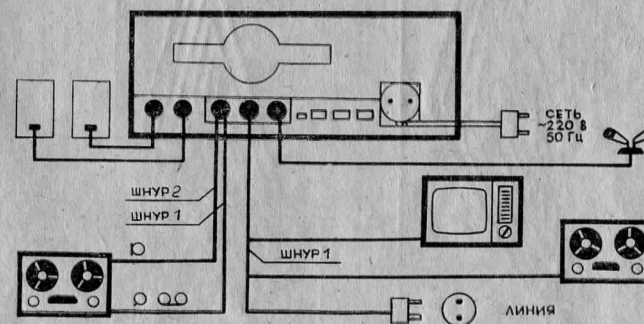

Рис. 8
Схема соединений магнито радиолы с внешними источниками и приемниками программ приведена на рис. 8.
(см. поз. 7 рис. 2) в соответствии со схемой соединений (см. рис. 8).
6.4.3.8. Запись с внешних источников программ (телевизора, магнитофона) (см. рис. 8).
6.4.3.9. Запись с МП магниторадиолы на внешний магнитофон (см. рис. 8).